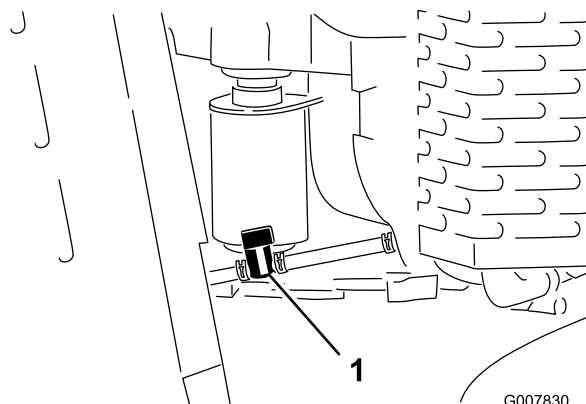

Figura 38
3. Ruotate la valvola di intercettazione del carburante in posizione chiusa (Figura 38).
4. Unite premendo le estremità della fascetta stringitubo sul lato del motore dove è posizionata la valvola e allontanatele dalla valvola facendole scorrere sul tubo del carburante (Figura 38).
5. Togliete i tubi del carburante dalla valvola (Figura 38).
7. Ruotate la valvola di intercettazione del carburante in posizione aperta (Figura 38).